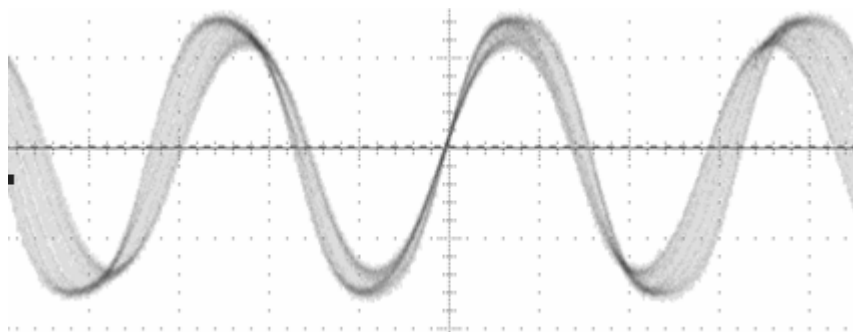

Рис. 3. Центральная частота: 8.2МГц, VP-P: 24.6В±5%
- Проверьте TP6, это контрольная точка sweep сигнала. Соедините щуп осциллографа с TP6 и соедините землю с GND на ТХ плате. Форма сигнала представлена на Рис. 3: